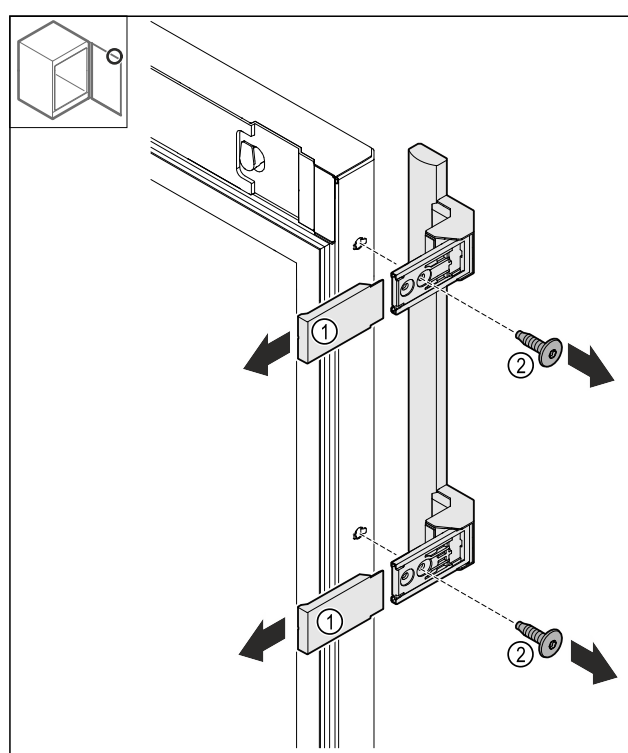

Fig. 21
- Togliere le coperture Fig. 21 (1).
- Allentare le viti Fig. 21 (2).